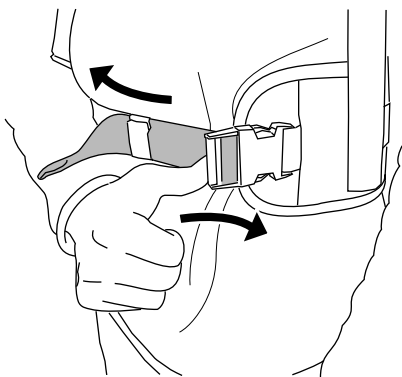

Figura 14
7. Si el cinturón de cadera está demasiado apretado, empuje lateralmente sobre el tensor para alargar el cinturón (Figura 14).
8. Si la correa pectoral está demasiado apretada, presione lateralmente sobre el tensor para alargar las correas (Figura 14).